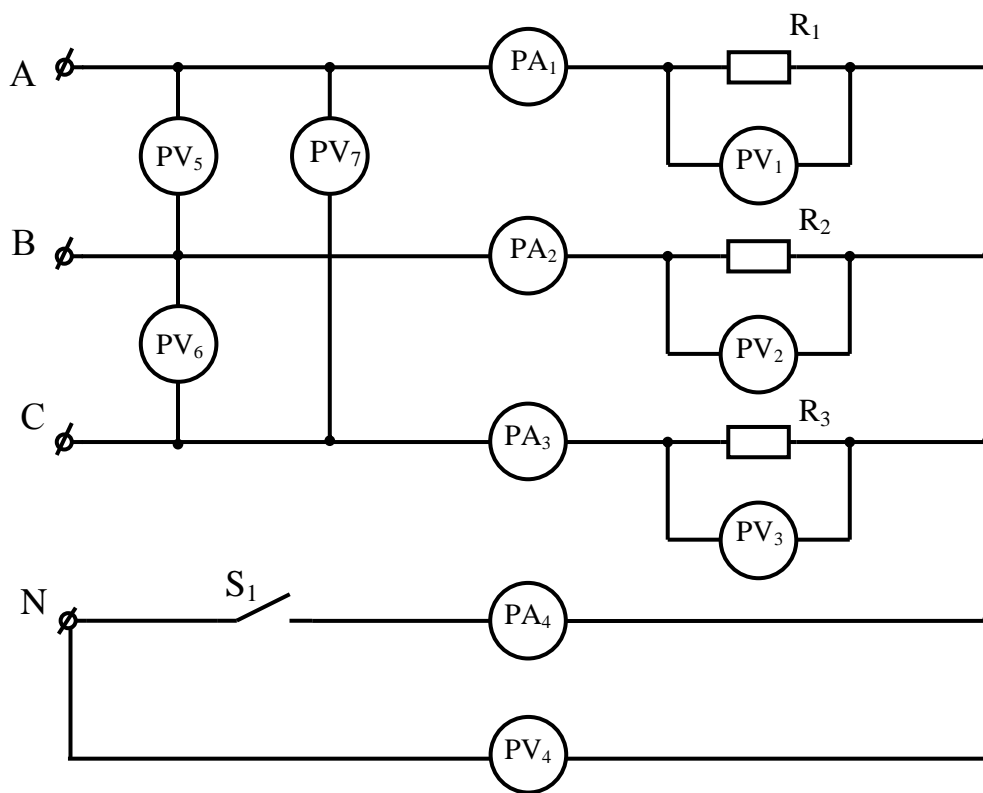

Рисунок 16.1 - Схема трехфазной четырехпроводной цепи, соединенной звездой
3. Рисунок 16.1 – Схема трехфазной четырехпроводной цепи, соединенной звездой.